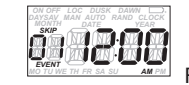

Fig. 7
- Depuis l'écran MAN, AUTO ou RAND, appuyer sur PROG. L'écran affiche 01 en clignotant (Fig. 7).